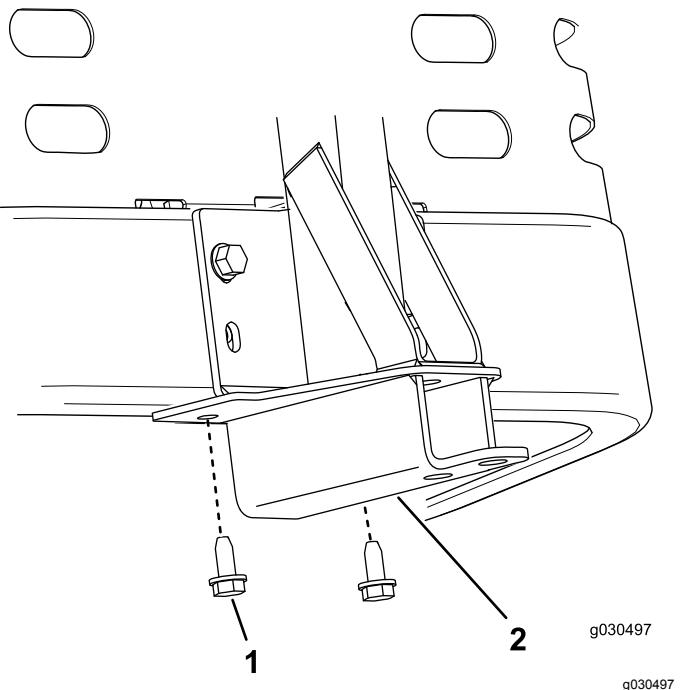

Bild 16
- Befestigen Sie den Drehrahmen mit zwei Blechschauben (5/16" x 3/4") an der Unterseite des Maschinenrahmens, wie in Bild 16 abgebildet.